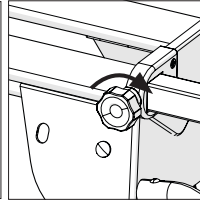

Fig. 3
- Skruva låsknopparna på plats för att fästa gejderna på varje sida. (Fig. 3)